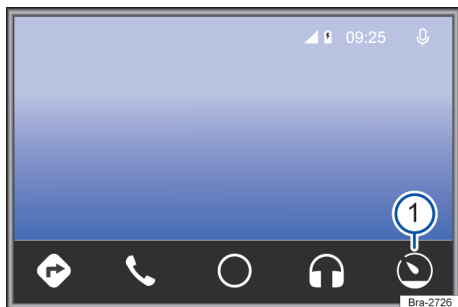

Fig. 121 Menu Android Auto™.
- Na operação do Android Auto™, tocar na superfície de função **Q**, → Fig. 121 ①.